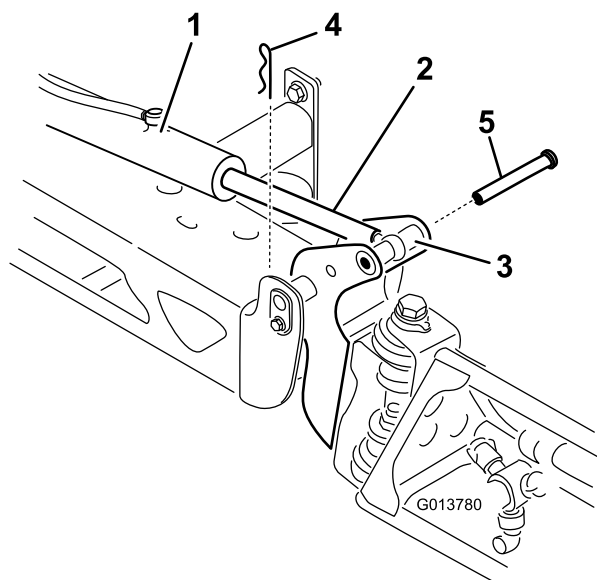

Рисунок 66
2. Извлеките шплинт из шплинтуемого штифта (Рисунок 66).
3. Поднимите секцию, извлеките шплинтуемый штифт и медленно опустите секцию на землю (Рисунок 66).
- Удерживая секцию опрыскивания, вставьте шплинтуемый штифт через ось поворота стрелы и шток привода (Рисунок 66).